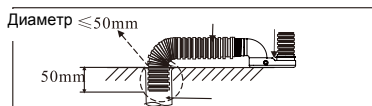

Рис.3
7. Подсоедините дренажный шланг к сифону (сливному отверстию) ванны. Затем подсоедините его к канализационной трубе. Диаметр шланга составляет 30мм. Минимальный диаметр канализационной трубы должен составлять 50мм (Рис.3). В местах соединений, обязательно используйте силиконовый герметик.